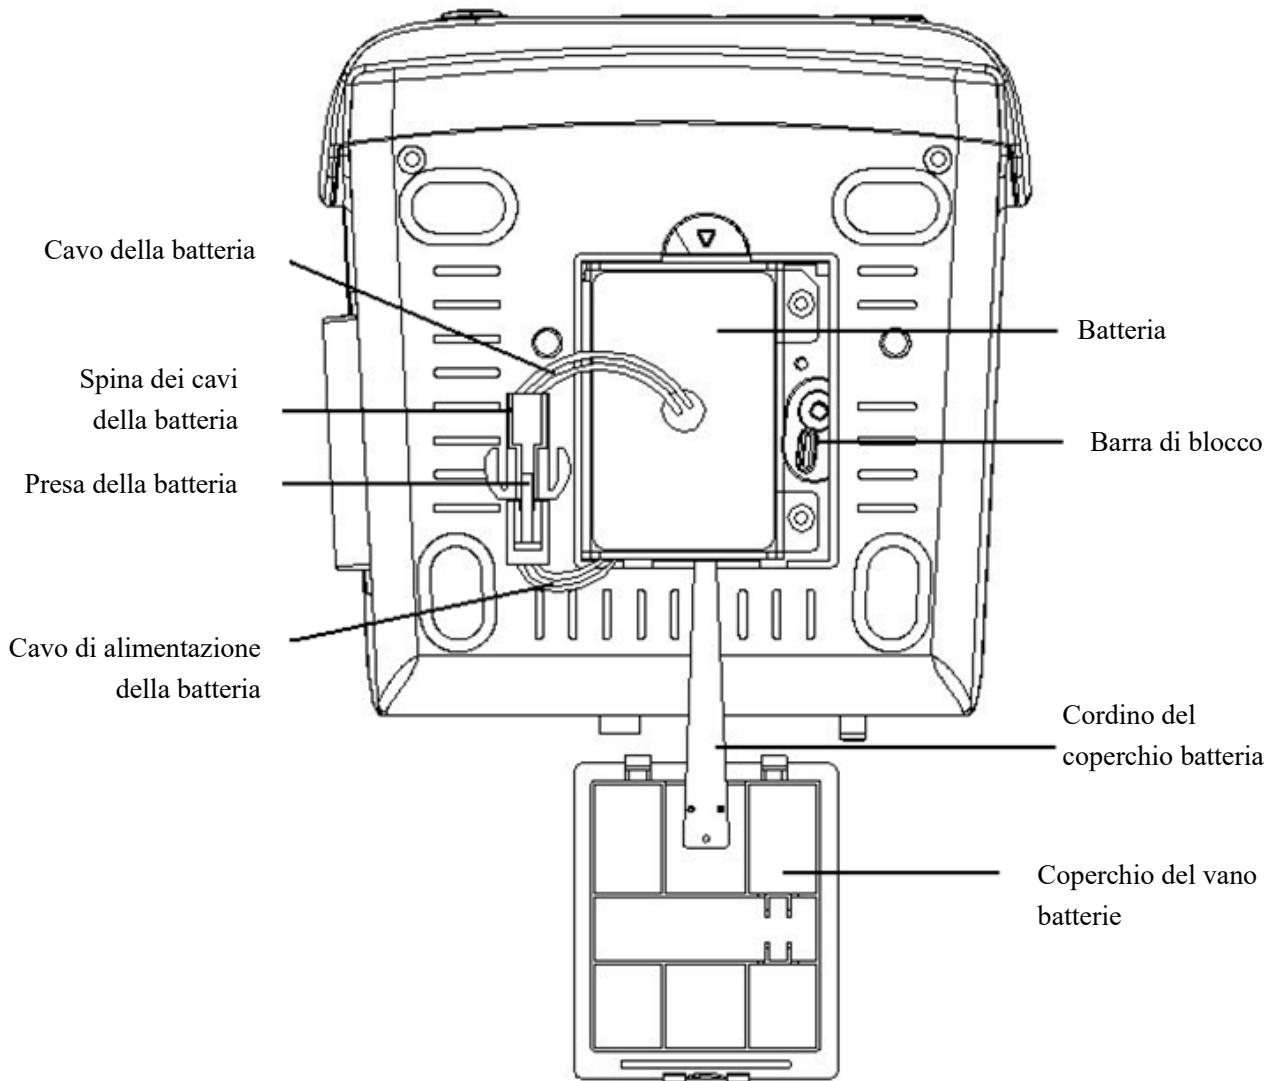

Figura 3.6 Installazione delle batterie
4. Collegare la spina dei cavi della batteria alla presa della batteria nel senso corretto, come indicato alla figura 3.6.